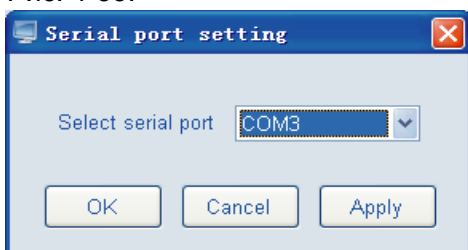
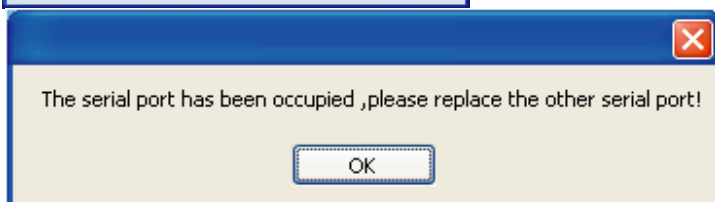
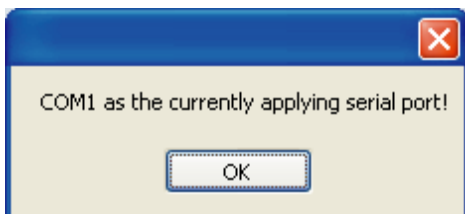

Рис. 4-51
Рис. 4-52
Рис. 4-53
① Выберите пункт “Serial port set” («Настройка номера порта с последовательным выводом данных»), после чего на экране откроется окно, как показано на Рис. 4-51— выбрать или изменить номер порта с последовательным выводом данных на компьютере. Доступный источник порта с последовательным выводом данных определяется программным обеспечением и сохраняется в списке опций для выбора пользователем. Если выбранный порт с последовательным выводом данных занят, нажмите один раз на кнопку “Apply” («Применить») или “Enter” («Ввод»), на экране откроется окно с предупреждением о том, что серийный порт с последовательным выводом данных уже занят и необходимо его заменить, как показано на Рис. 4-52; если текущий активный порт выбирается дважды, нажмите один раз на кнопку “Apply” («Применить») или“Enter” («Ввод»), на экране откроется окно с предупреждением о том, что текущий порт уже используется, как показано на Рис. 4-53.